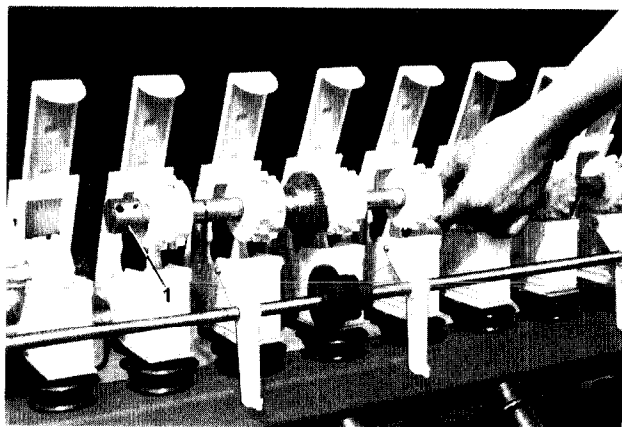

Fig. 103
- Forbindelsesbøsningen (Fig. 103/1) forskydes på såakslen efter at sekskantskruen er løsnet og såakslen med såhjulene tages bagud og af og udskiftes med bønesåakslen.